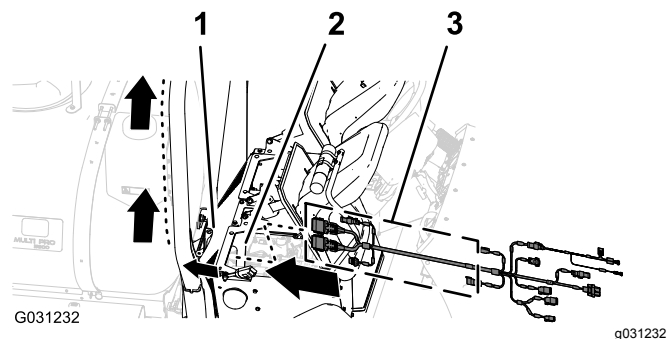

Рисунок 133
1. Проложите ответвление длиной 390 см жгута проводов передачи данных в правую часть отсека двигателя (рядом с воздушным фильтром двигателя) и назад под нижней правой частью заднего кожуха двигателя (Рисунок 133).